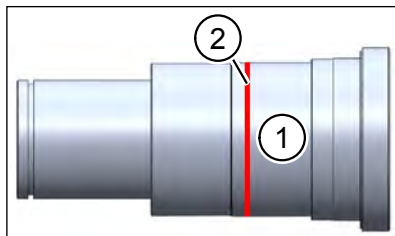
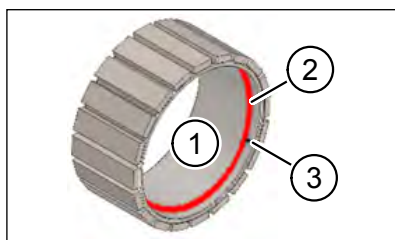

Abb. 13: Klebstoffring auf Welle
Abb. 14: Klebstoffring auf Rotor
- ▶ Reinigen und entfetten Sie die Klebefläche der Welle (Pos. 1 in Abb. 13) und des Rotors (Pos. 1 in Abb. 14) gemäß den Anweisungen des Klebstoffherstellers.
- ▶ Tragen Sie einen dünnen Ring Klebstoff (Pos. 2 in Abb. 13) nach den Vorgaben des Herstellers auf die Klebefläche der Welle (Pos. 1 in Abb. 13) auf.
- ▶ Tragen Sie einen dünnen Ring Klebstoff (Pos. 2 in Abb. 14) nach den Vorgaben des Herstellers auf die Innenfläche nahe der Indexbohrung (Pos. 3 in Abb. 14) am Rotor auf.